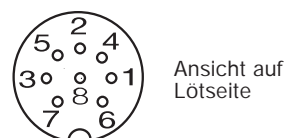

Bild 3: Buchsenkörper (8)
3. Schritt (siehe Bild 3 und 4)